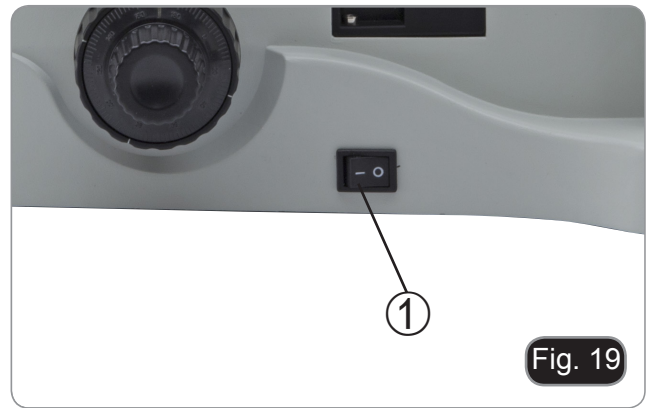

Fig. 19
Stellen Sie den Hauptschalter ① auf die Position "I", um das Mikroskop einzuschalten. (Fig. 19)